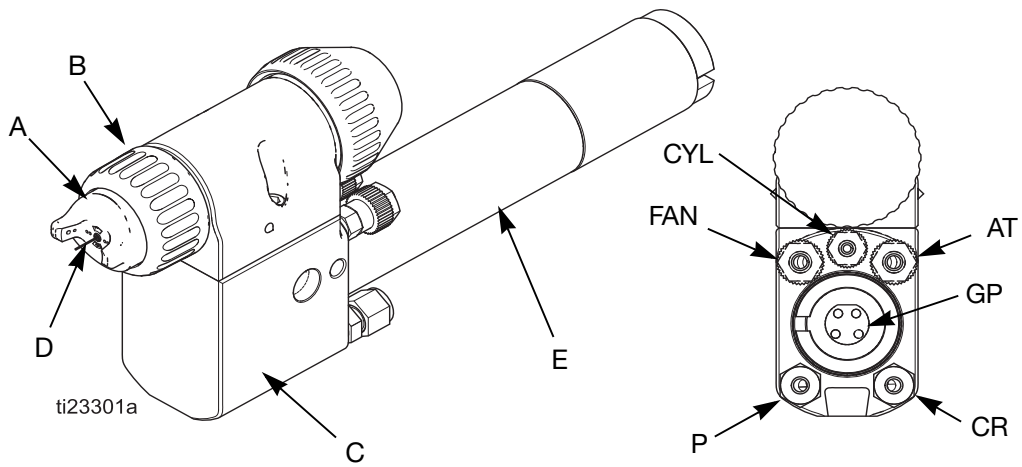

FIG. 1 Oversigt over pistol med bagmontering
Den automatiske elektrostatiske luftsprøjt pistol fungerer næsten på samme måde som en almindelig luftsprøjt pistol. Forstøvnings- og ventilatorluften udledes fra lufthætten (A). Se FIG. 1, side 8.
Styringsenheden sender strøm til strømforsyningen (E), der øger spændingen til det niveau, der er indstillet på styringsenheden. Elektrostatikken går ind i manifolden (C) og føres til pistolelektroden (D). Væsken bliver opladet af sprøjtepistolelektroden. Den ladede væske tiltrækkes til det nærmest jordforbundne emne ved at omslutte alle overflader og dække dem jævnt. Se FIG. 1, side 8.